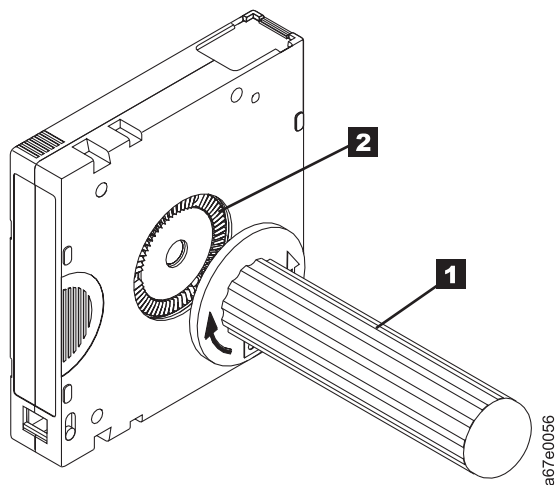

Figura 8-10. Rebobinando a Fita no Cartucho
5. Para rebobinar a fita, insira a ferramenta de rebobinação manual do cartucho (**1** na Figura 8-10) no cubo do cartucho (**2** na Figura 8-10) e gire-o no sentido horário até que a fita fique retesada.